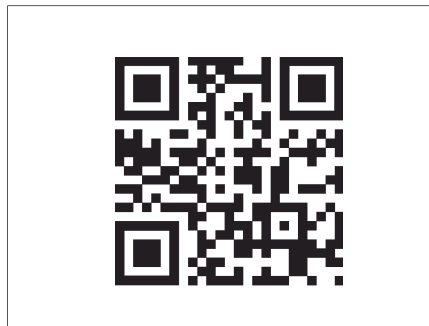

Fig. 323 Código QR para la interfaz de usuario
- Escanee el código QR (Fig. 323).